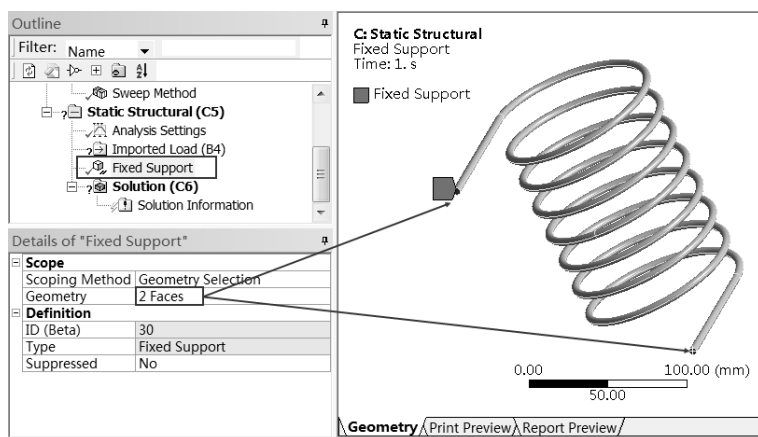

图 19-115 添加边界条件
Step1 : 添加边界条件。添加一个 Fixed Support 命令, 在如图 19-115 所示的 Details of “Fixed Support” 面板的 Geometry 中确保线圈的两个端面被选中。